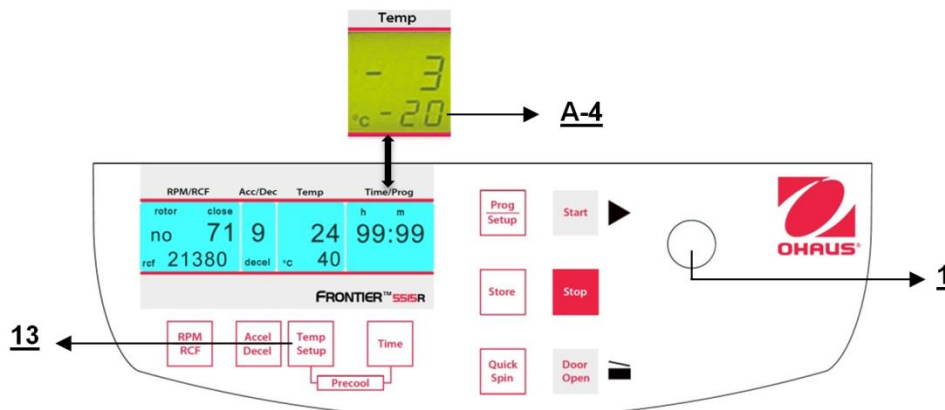

Figure. 19
Cette fonction est activée par la touche "**Temp/Setup**" (13). Après avoir appuyé sur cette touche de l'affichage "**Time/Prog**", l'indication "**°C**" (A-4) clignote. Avec le bouton de réglage (1), la température de test désirée peut être présélectionnée par incréments de 1 °C dans la plage de -20 °C à +40 °C. La valeur est indiquée en permanence sur l'affichage (figure 19), avant, pendant et après la centrifugation. Prendre note des températures les plus basses des rotors à la vitesse maximum !